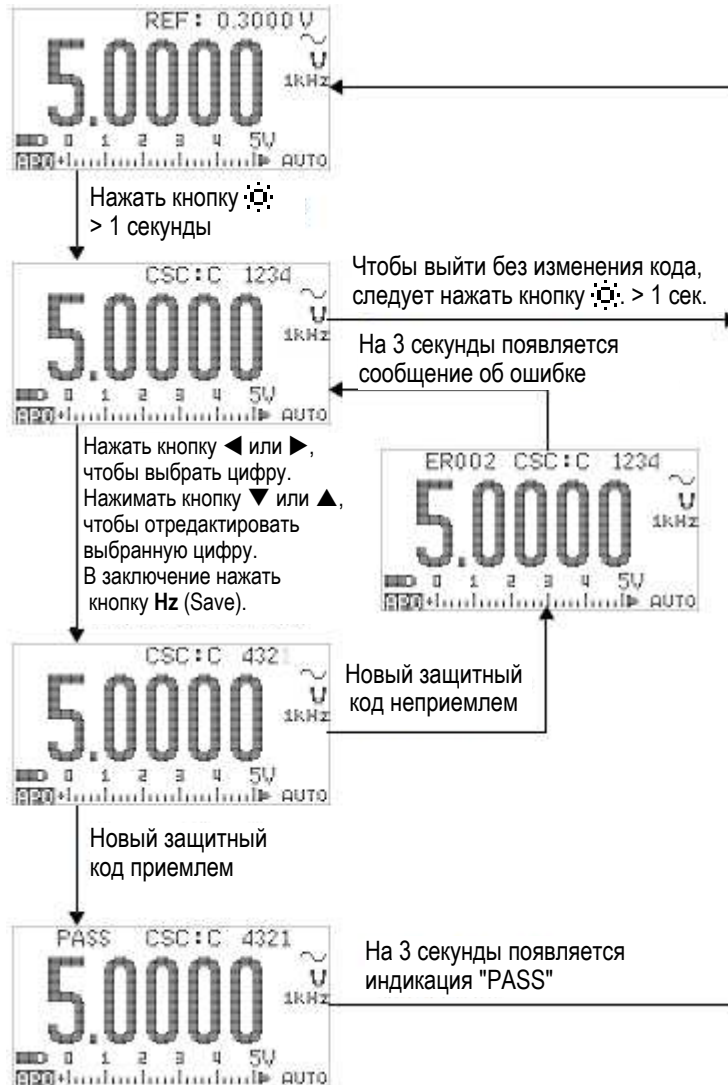

Рис. 6-5 Как изменить защитный код калибровки
5. Когда новый защитный код калибровки будет успешно занесен в память, в левом верхнем углу секции вторичной индикации появится на короткое время индикация "PASS" (см. рис. 6-5).